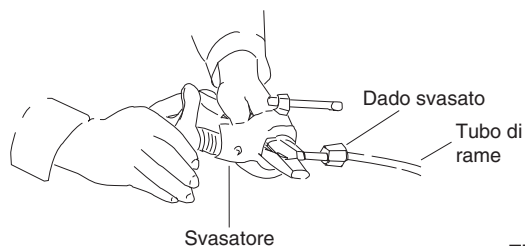

Fig. 5-3
- (3) Rimuovere il dado svasato dall'unità e montarlo sul tubo di rame.
- (4) Con uno svasatore svasare ora l'estremità del tubo di rame. (Fig. 5-3)